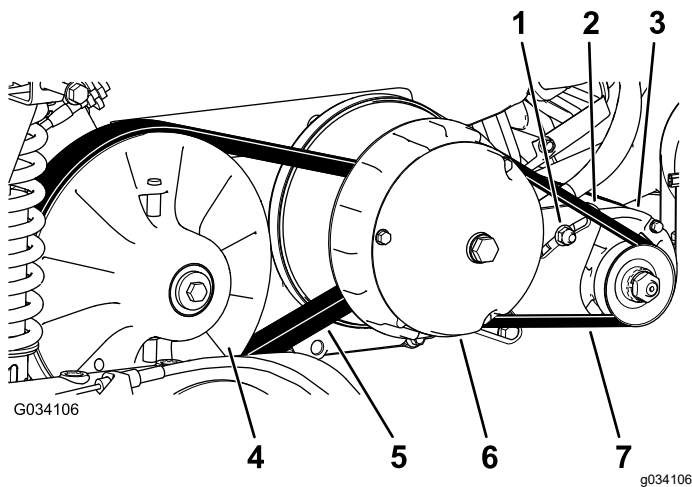

图 63
6. 转动并检查皮带 图 63 是否有过度磨损或损坏的迹象。
3. 转动并将皮带放到副离合器上 图 63。
4. 从副离合器上卸下皮带 图 63。
5. 将新皮带放到主离合器上并对齐 图 63。
6. 转动并将皮带放到副离合器上 图 63。
2. 拧松启动发电机的枢轴螺母 图 63。
4. 向下压撬棍将启动器向下转入槽中直至当施加 44N 的力量时皮带张紧力仅允许 6mm 的皮带上压 图 63。
5. 用手拧紧枢轴螺母并取下撬棍 图 63。